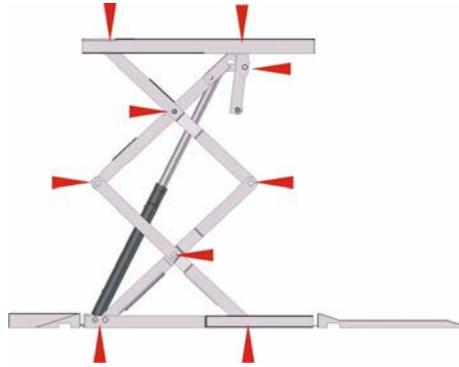

Abb. 9-1 Lagerstellen am Gerät
► Sichtkontrolle auf Verschleiß durchführen (Abb. 9-1, Seite 34).